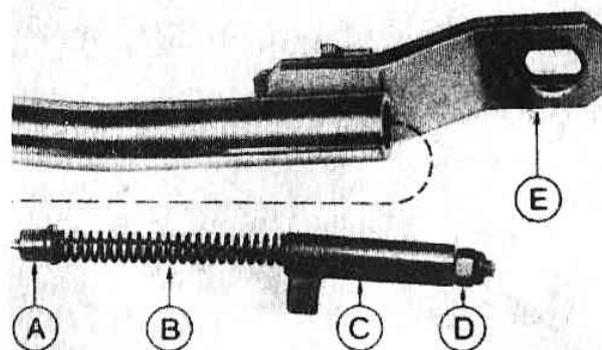

Рис.6.39. Втулка троса фиксатора (А), пружина (В), упор (С) и контргайка (D), и рычаг селектора (Е) (Разд.11)
6. Отверните гайку на тросе фиксатора и извлеките упор, пружину и направляющую втулку (Рис.6.39).